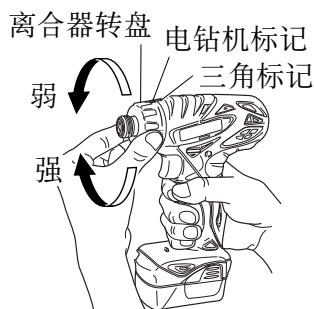

图 5
5. 确认离合器转盘的位置（请参照图 5）
(2) 旋紧转矩的指示 (请参照图 5)
(3) 调节旋紧转矩 (请参照图 5)